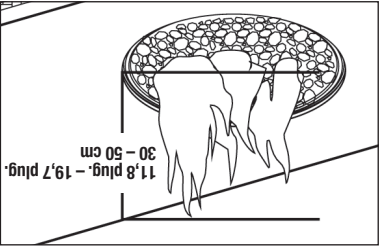

Figura 5
4. Visualmente examine la llama del quemador para estar seguro de que la chimenea para exteriores está funcionando adecuadamente (vea la Figura 5).
13. Después de encender el quemador observe su llama y asegúrese de que todos los orificios estén encendidos y que la altura de la llama corresponda a la del diagrama (vea Figura 5).